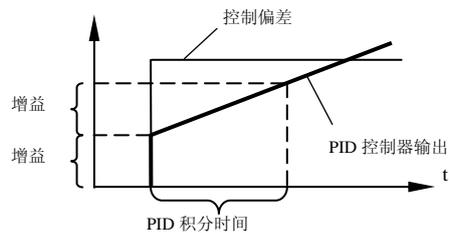

图 9-2 PID 积分时间的定义
- ☞ PID 控制器的积分时间。当输入偏差恒定并且增益为 1 时，达到最大输出值所需的时间即为积分时间。或者说，如果积分时间为 1s，那么输出变化 100% 所需时间为 1s。参见图 9-2。